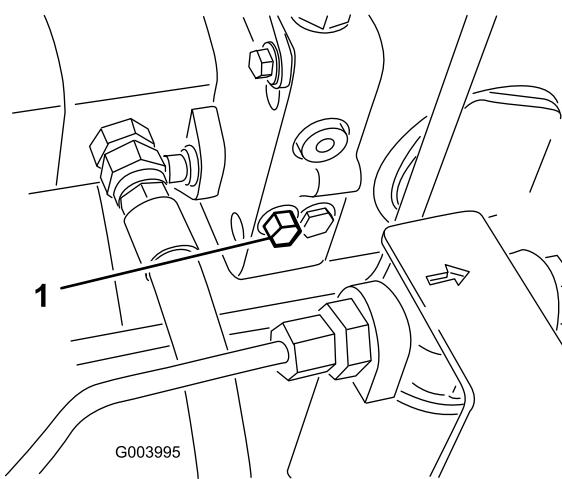

図 42
1. バイパス・バルブはハイドロスタットの左側にある（図 42）。バイパス・バルブを右または左1~1.5回転させると内部でバイパスが形成される。これにより、トランスマッショングルーピングを破損することなく、機械を押して低速で移動できるようになる。